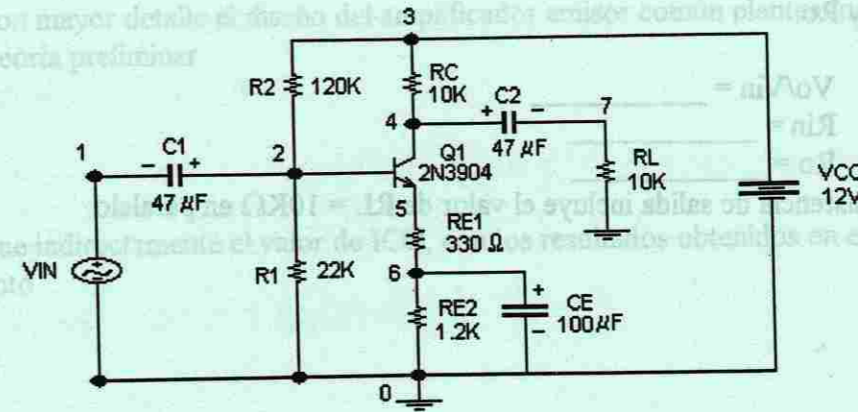

Figura 2. Amplificador Emisor-Común.
- 1.- Crear el archivo EXP08.CIR con la información del circuito amplificador EC de la figura 2.